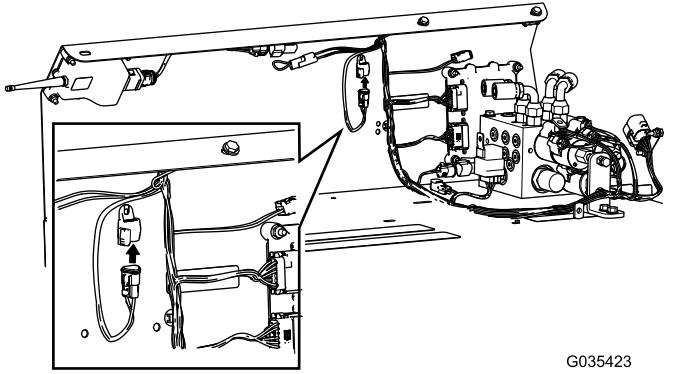

Figura 14
- Ligue a ligação de diagnóstico CAN na tampa da cablagem anteriormente instalada (Figura 14).